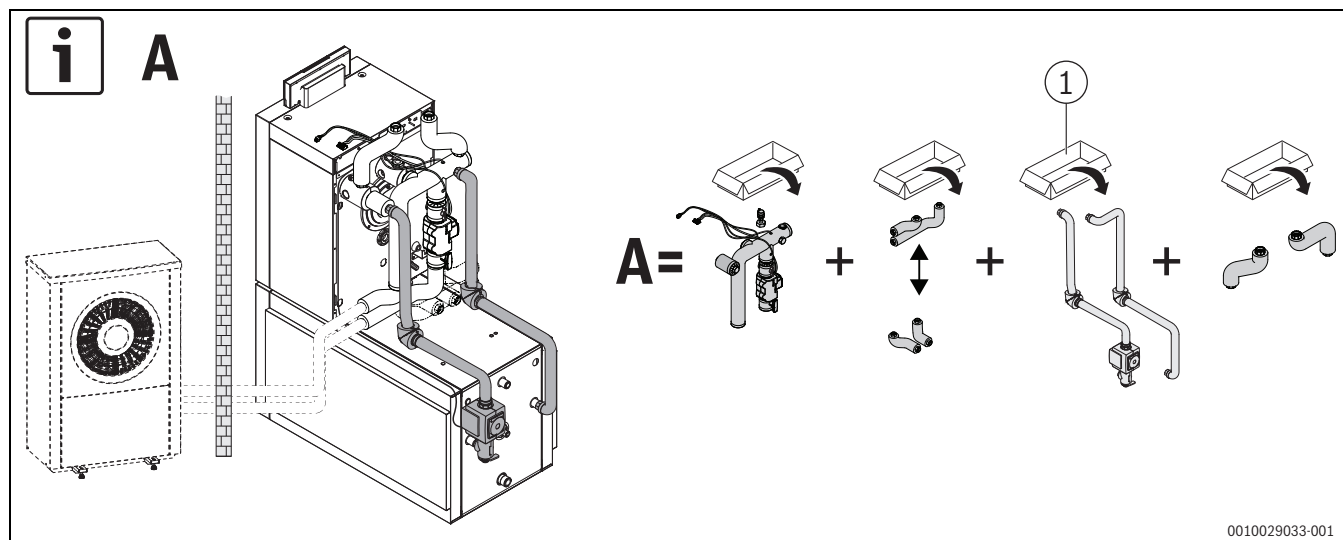

Bild 7 Speicherverbindung liegender Speicher, Variante A
- Rohrgruppe Speicherverbindung für unten liegenden Speicher (→ Bild 7; → separate Installationsanleitung).
Bei der Installation mit liegendem Speicher, **Variante A** (→Bild 7), müs-